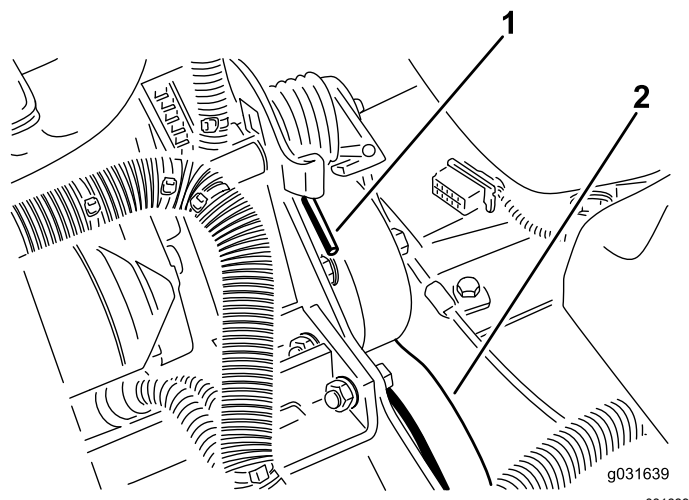

Bild 61
2. Drücken Sie das Ende der Feder ab- und vorwärts, um die Feder aus dem Bügel auszuhaken und die Feder zu entspannen (Bild 61).